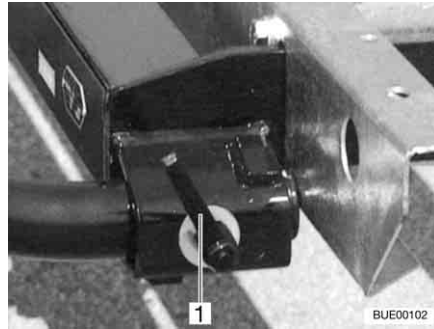

Fig. 8 Fecho rápido
- Encaixe o suporte à esquerda e à direita nos apoios existentes na armação e fixe-o com um fecho rápido (Fig. 8,1).
- Desaperte o fecho rápido (Fig. 8,1) e retire o suporte dos apoios existentes na armação.